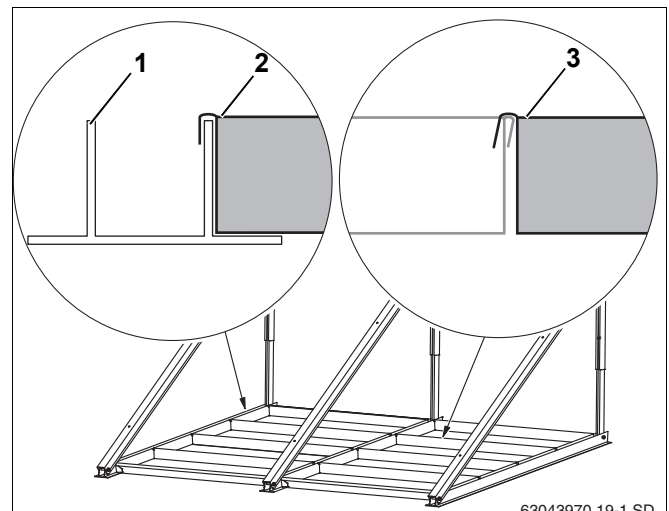

Рис. 27 На каждый коллектор 4 ванны с утяжелителем
- ▶ Установите ванны для утяжелителя (рис. 27, поз. 2) в нижний профиль (рис. 27, поз. 1) и друг в друга (рис. 27, поз. 3).